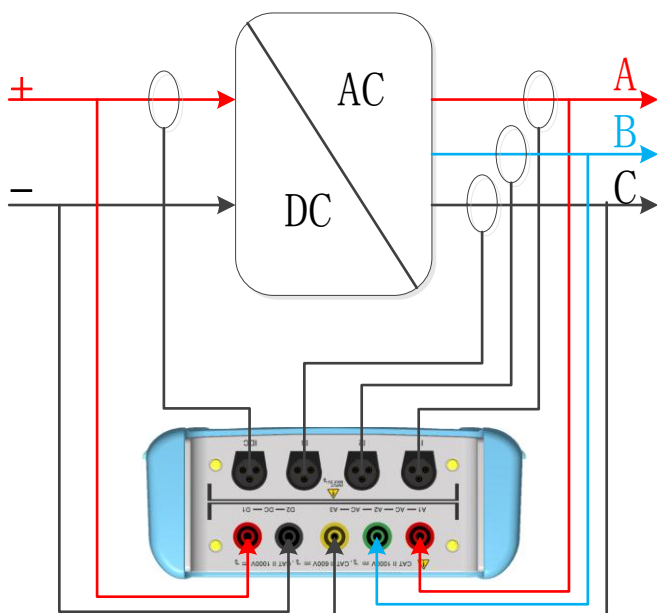

图 A-2
A.1.2 DC+AC1+AC2+AC3 如图 A-2 所示。